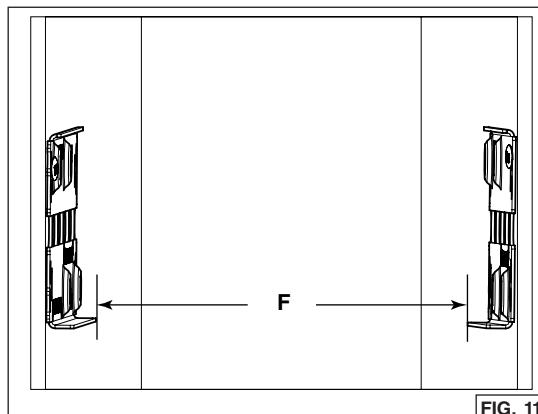

FIG. 11
7. Medir la distancia entre ambos bordes inferiores de los soportes (**F**) (FIG. 11). La tabla siguiente indica la distancia adecuada: